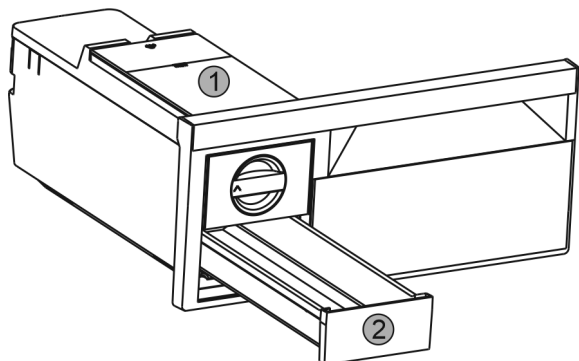

Fig. 59
- ▶ Rimuovere il serbatoio dell'acqua Fig. 59 (1) e il cassetto dei cubetti di ghiaccio Fig. 59 (2).